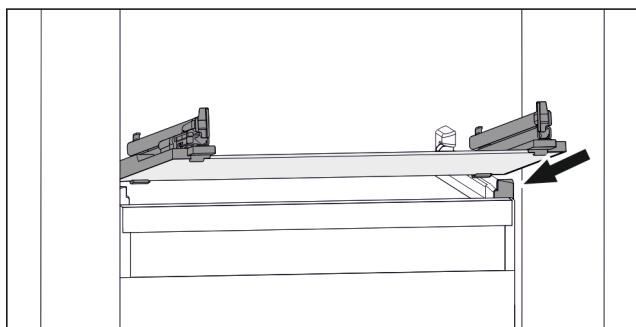

Fig. 99 Příklad znázornění skleněné desky
- ▶ Nasadte skleněnou desku šikmo za zářádky. (viz Fig. 99)